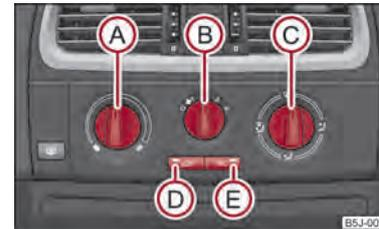

Fig. 75 Climatizzatore: Comandi
Il climatizzatore funziona se l'interruttore  ⇒ fig. 75  è premuto e se risultano soddisfatte le seguenti condizioni:
- Ruotare la manopola  ⇒ fig. 75 in senso orario per aumentare la temperatura.
- Premere il tasto   ⇒ fig. 75. La spia nel tasto si illumina.
- Elementi di comando (A), (B), (C) e il tasto (D) e (E) → fig. 75.
- Premere il tasto (C) (D) → fig. 75, la spia nel tasto si accende.
Se la manopola  si trova in posizione  => fig. 75, il ricircolo si disinscrive automaticamente. Premendo ripetutamente il tasto  è possibile reinserire il ricircolo anche in questa posizione.